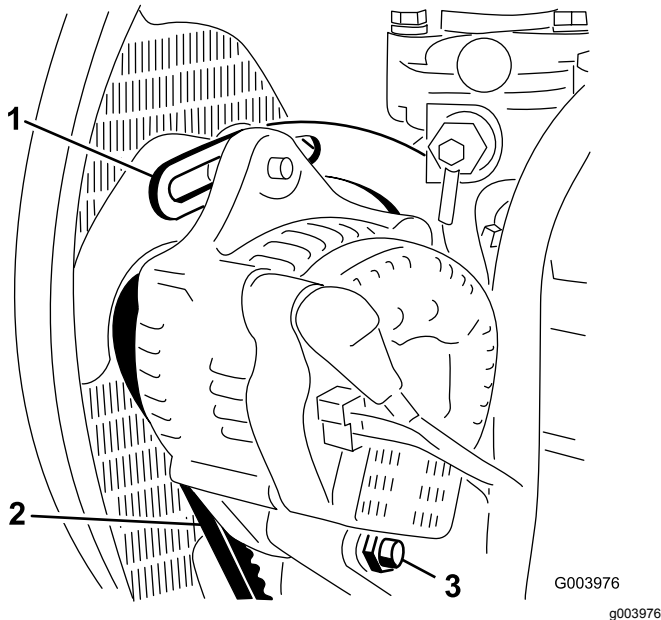

Bild 65
2. Prüfen Sie die Spannung des Lichtmaschinenriemens, indem Sie eine Kraft von 10 kg in der Mitte zwischen der Lichtmaschine und den Riemenscheiben der Kurbelwelle ansetzen (Bild 65).
3. Lockern Sie die Schraube, mit der die Strebe am Motor befestigt ist (Bild 65) sowie die Schraube, mit der die Lichtmaschine an der Strebe und der Drehschraube befestigt ist.